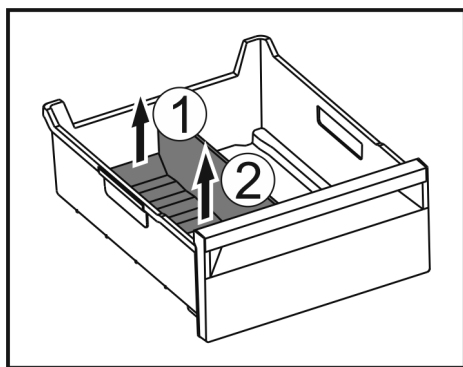

Fig. 170
- Løft opp baksiden av isrom-deleren. Fig. 170 (1)
- Ta ut isrom-deleren oppover. Fig. 170 (2)